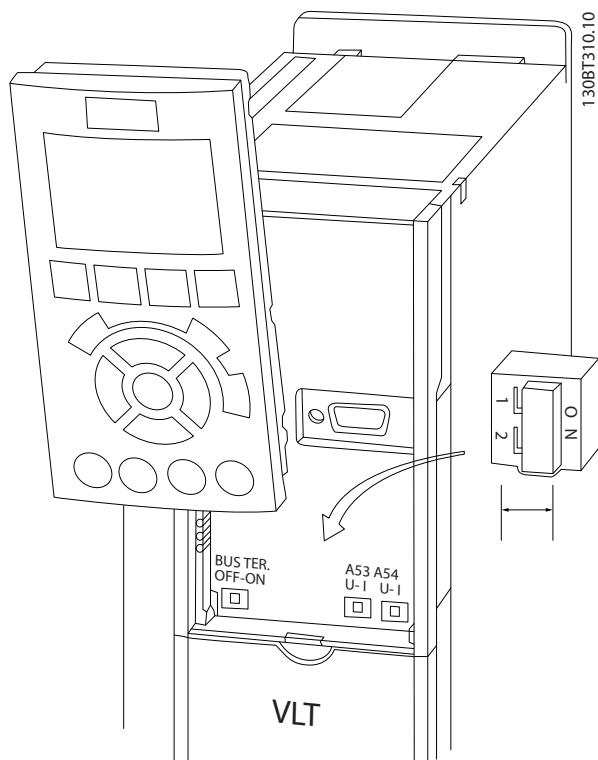

图 2.21 端子 53 和 54 开关及总线端接开关的位置
- 在拆下 LCP 后可以看到这些开关（请参阅 图 2.21）。